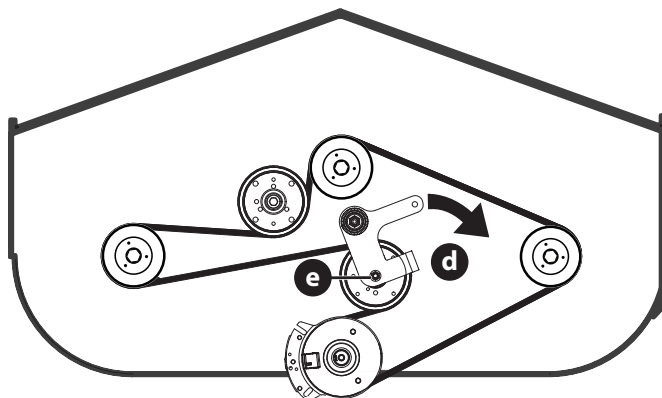

Fig. 42
- Gire el montaje de la polea tensora de la plataforma en sentido horario (Fig. 42).
- Afloje la tuerca de la polea tensora de la plataforma (e) (Fig. 42).
- Coloque la nueva correa como se muestra en la Fig. 42 a la página 59. Luego, vuelva a instalar la plataforma y la correa de la PTO como se indica a la página 57.